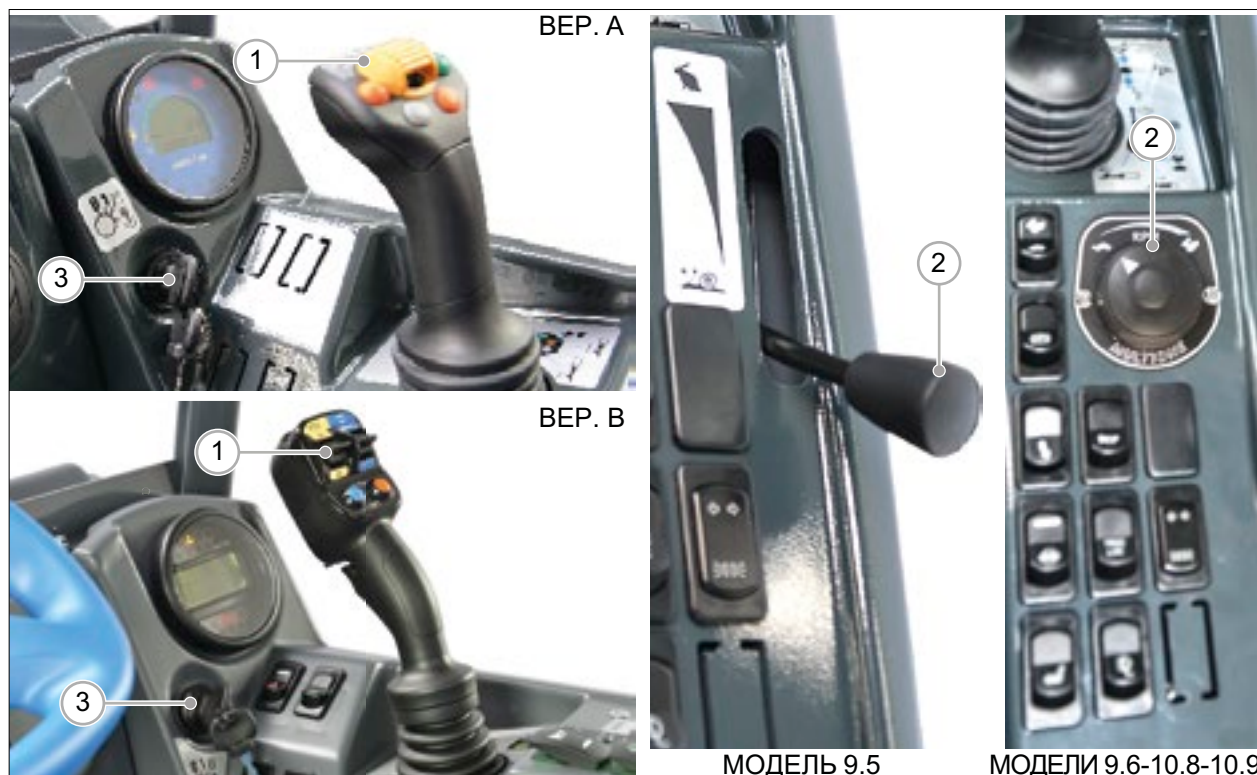

РИС. 27
- 1) Установите желтый селекторный переключатель (РИС. 27 - Сс. 1) в Поз. "Центр". Если не установить переключатель в эту позицию, машина не заведется.
- 2) Установите дроссель (РИС. 27 - Сс. 2) на минимум: Поз. "Черепашка".
- 3) Поверните ключ (РИС. 27 - Сс. 3) в Поз. "2"  для активации свечи накаливания и держите не менее 5 секунд.
- 4) Поверните ключ (РИС. 27 - Сс. 3) в Поз. "3"  и держите 2 секунды, если двигатель не запускается, отпустите ключ и начните с шага 1).